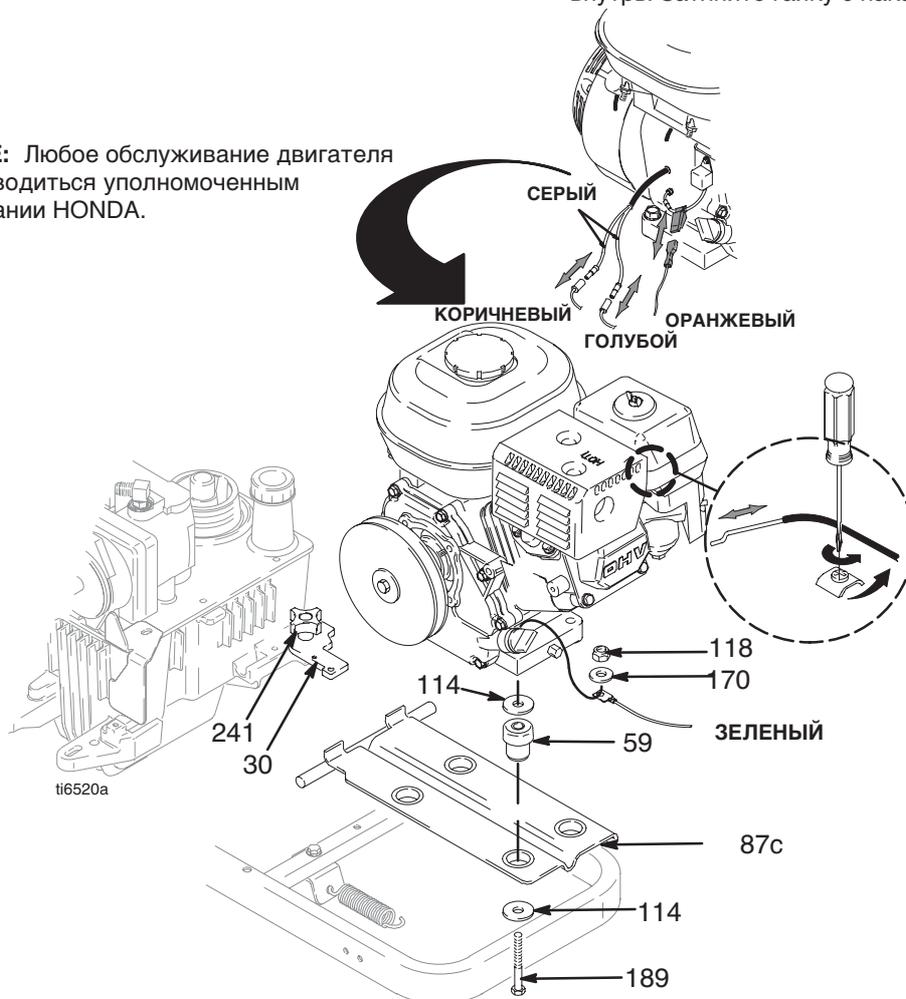

Рис. 6
4. Отпустите затяжку гайки с накаткой (241). Отверните скобу (30) наружу.
5. См. Рис. 6. Отсоедините голубой, коричневый и оранжевый кабели от двигателя (185).
7. Выкрутите четыре винта (189) и снимите шайбы (114), шайбы (170), гайки (118), качающуюся пластину, амортизаторы (59) и шайбы (114) с двигателя.